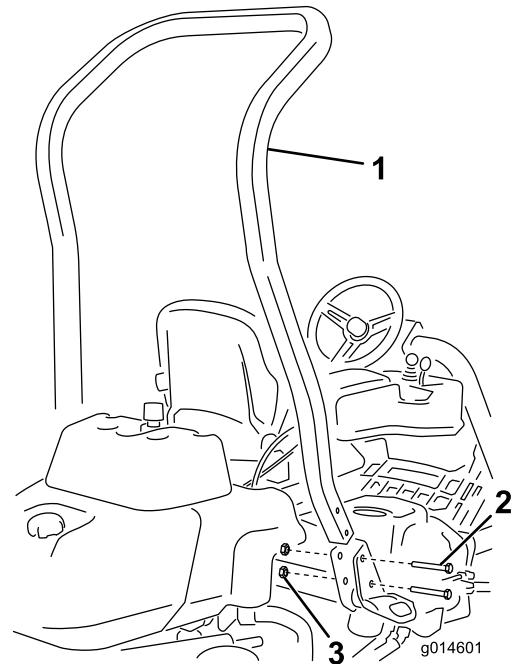

Bild 3
3. Befestigen Sie den Überrollbügel mit vier Schrauben (1/2" x 3 3/4") und vier Bundmutter (1/2") in den Aussparungen an jeder Seite der Maschine, wie in Bild 3 dargestellt.